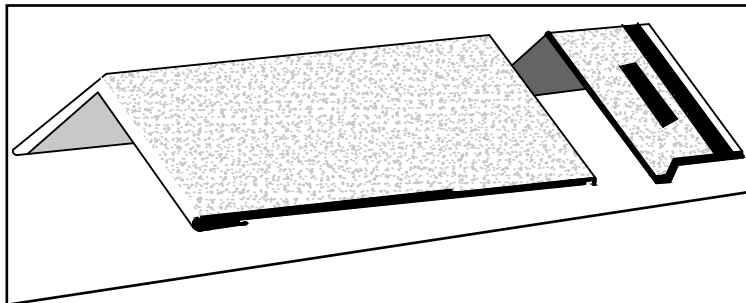

Figure 24 – Découpe d'un bardeau EZ-Ridge® pour en faire un bardeau d'amorce d'arête et de faîtage
**Bardeau d'amorce EZ-Ridge® :** Pour créer un bardeau d'amorce EZ-Ridge®, retirer la zone de *pureau*, de 210 mm (8¼ po), et utiliser les 83 mm (3¼ po) restants de l'*encoche* (munis de la bande d'étanchéité) comme amorce. (Voir la figure 24)